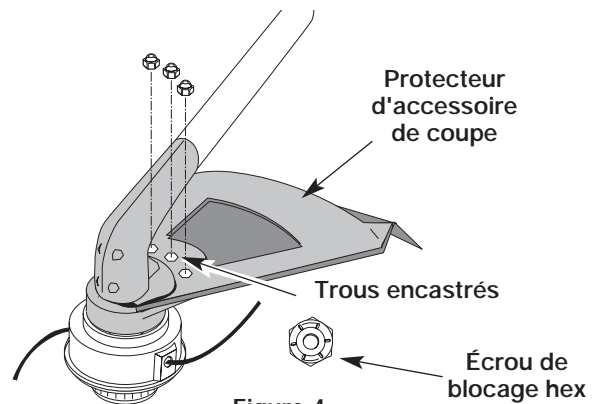

Figure 4
2. Placez un de trois fournis écrous de blocage hex dans l'un des trois trous encastrés, sur le dessus du protecteur d'accessoire de coupe (Fig.4).